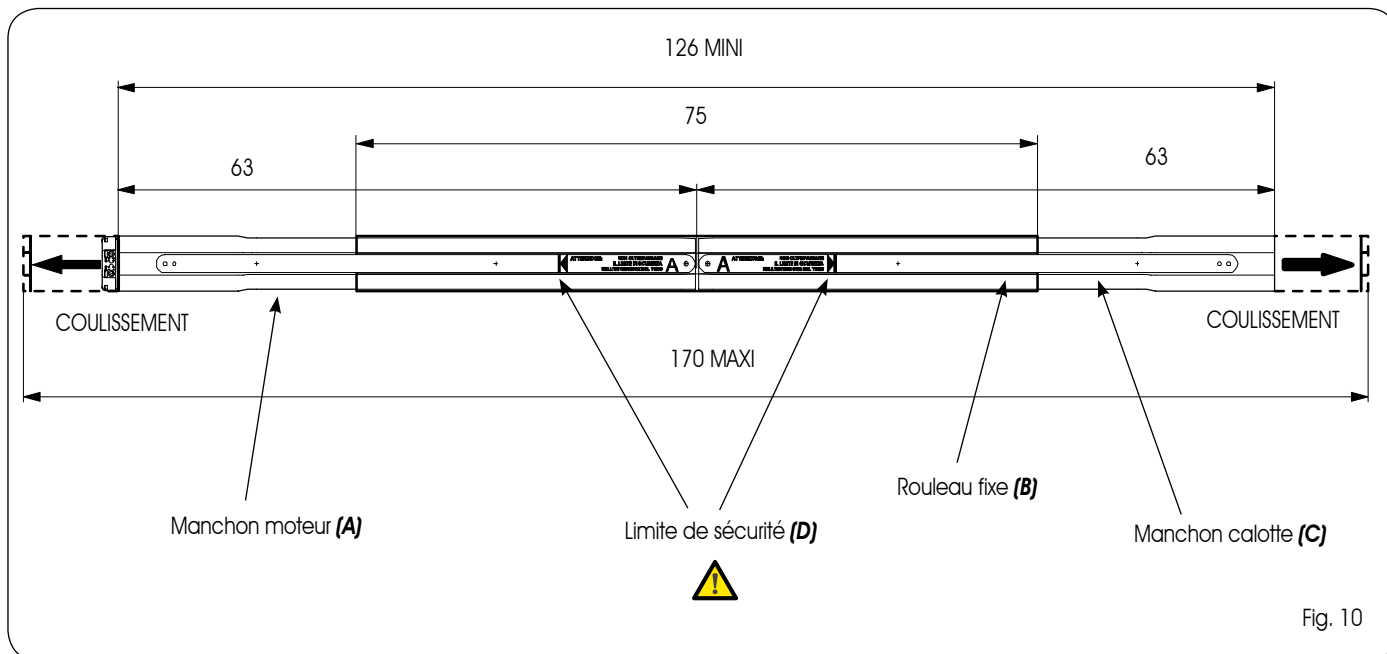

Fig. 10
Pour obtenir la valeur minimum, enfiler complètement les 2 manchons (Fig.10 réf. A-C) à l'intérieur du rouleau fixe (fig. 10 réf.B). (Longueur rouleau 126cm)
Pour obtenir la valeur maximum, extraire les 2 manchons (Fig. 10 réf. A-C) du rouleau, jusqu'à la limite de sécurité signalée sur le câble plat (Fig. 10 réf.D). (Longueur rouleau 170cm)
⚠ LORSQU'ON FAIT COULISSER LES MANCHONS VERS LES EXTRÉMITÉS EXTERNES DU ROULEAU FIXE, NE JAMAIS DÉPASSER LA LIMITE DE SÉCURITÉ (Fig.10 réf.D)
4.2 ASSEMBLAGES DÉCRITS AUX CHAPITRES 3.3 (Fig. 10)